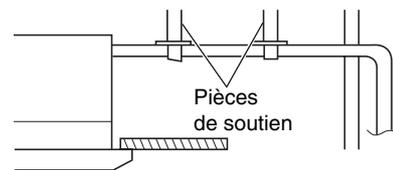

Fig. 3-42
- Ne soumettez pas la liaison des condensats à des efforts du côté de l'unité. Le tube ne doit pas pendre dans le vide, mais être accroché à l'unité en son point de raccordement. Fixez le tube à un mur, à un cadre ou à tout autre support aussi près que possible de l'unité. (Fig. 3-42)